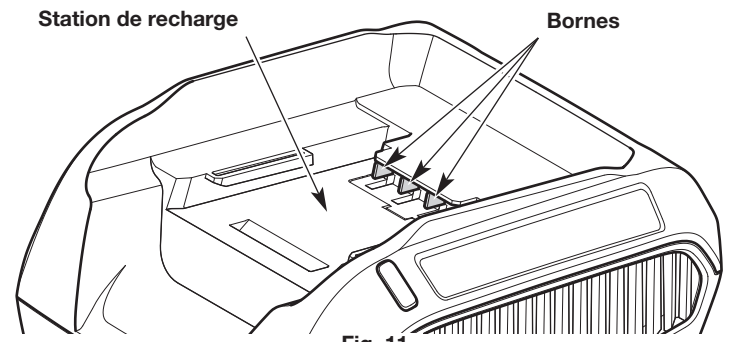

Fig. 11
- Gardez le chargeur de batterie sec, propre et exempt de débris. Ne laissez pas des corps étrangers dans la station de charge ou sur les bornes (Fig. 11). Avant chaque utilisation, inspectez le chargeur afin de déceler si des corps étrangers s'y trouvent.